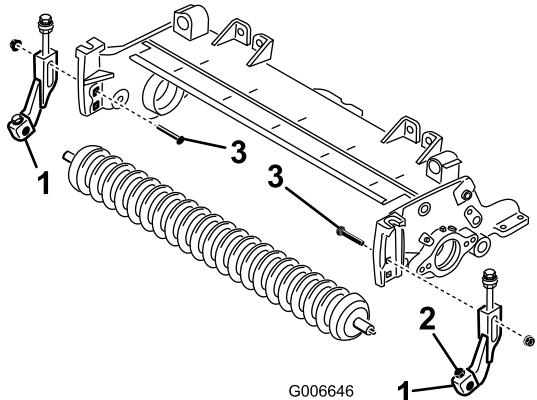

Figura 6
8. Instale provisionalmente los nuevos soportes de ajuste de la altura de corte derecho e izquierdo al rodillo delantero existente con tornillos de caperuza nuevos de 5/16" x 1-1/8" y contratuerca con arandela prensada de 5/16". Coloque los soportes de ajuste de la altura de corte tal y como muestra la figura Figura 6.
9. Usando el taladro cuadrado superior de cada chapa lateral, monte provisionalmente los soportes de ajuste de la altura de corte en las chapas laterales de la unidad de corte con los pernos de cuello cuadrado que retiró anteriormente y (2) tuercas con arandela prensada nuevas de 3/8", dispuestos según muestra la Figura Figura 6.
11. Centre el rodillo entre los soportes de ajuste de la altura de corte y sujetelo a los soportes con los tornillos de caperuza y las contratuerzas (Figura 6).